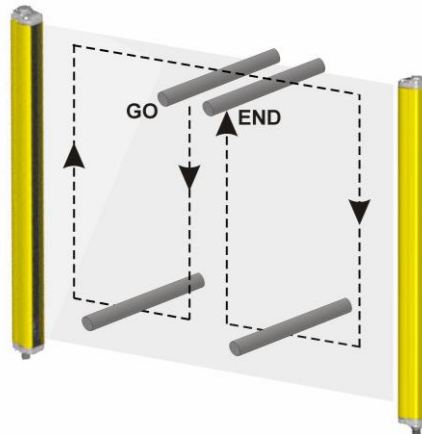

Abbildung 17 – Schema zur Überprüfung der Funktion
- Die AOPD während der Strahlenunterbrechung entlang des gesamten Erfassungsbereichs im OSSD-AUS-Zustand (➡) verweilt. Verwenden Sie dafür den entsprechenden „Teststab“ und befolgen Sie das in Abbildung 17 gezeigte Schema. Der entsprechende „Teststab“ hat ein Maß entsprechend der Auflösung der verwendeten AOPD, z. B. einen Durchmesser von 14 mm für einen Lichtvorhang mit 14 mm Auflösung.